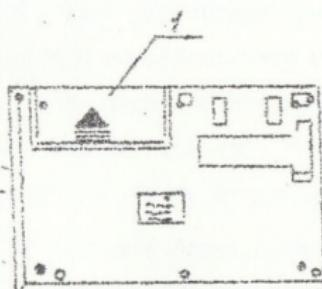

Рис. 6.1
- 1) снять крышку I (рис. 6.1), расположенную на задней стенке микрокомпьютера (слегка нажать на рифление крышки и сдвинуть ее в направлении стрелки, обозначенной на крышке);
- 1) вилку 16 блока питания (рис. 6.1) подключить к разъему "B1" микрокомпьютера;